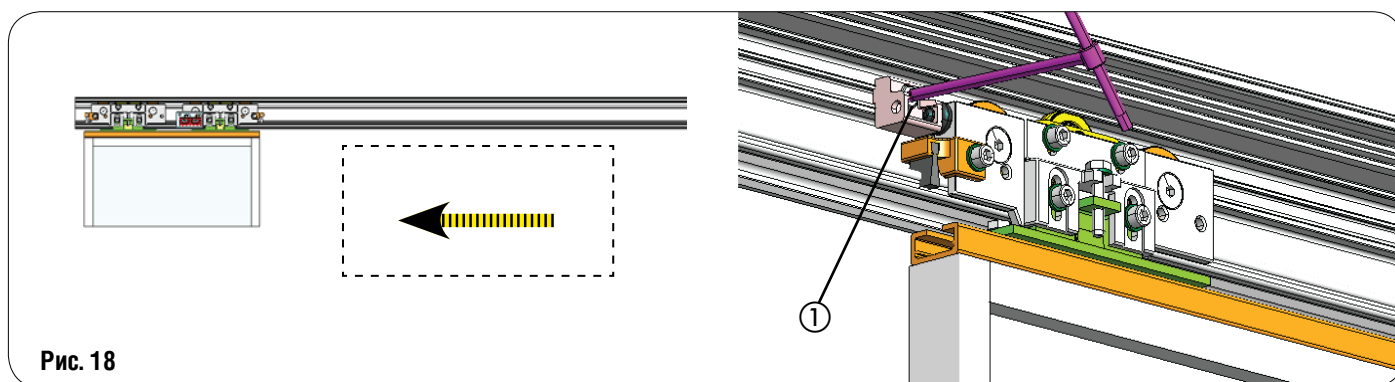

Рис. 18
- Переместите створки в открытое положение (рис. 18), подвиньте механический ограничитель к каретке до соприкосновения и затяните винты (рис.18 об. 1).